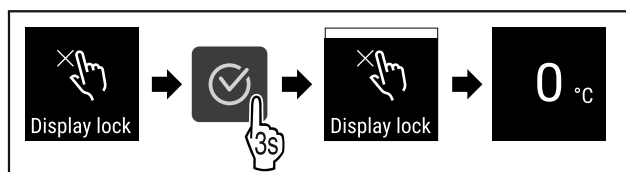

Fig. 96
- ▶ Proved'te akční kroky (viz Fig. 96).